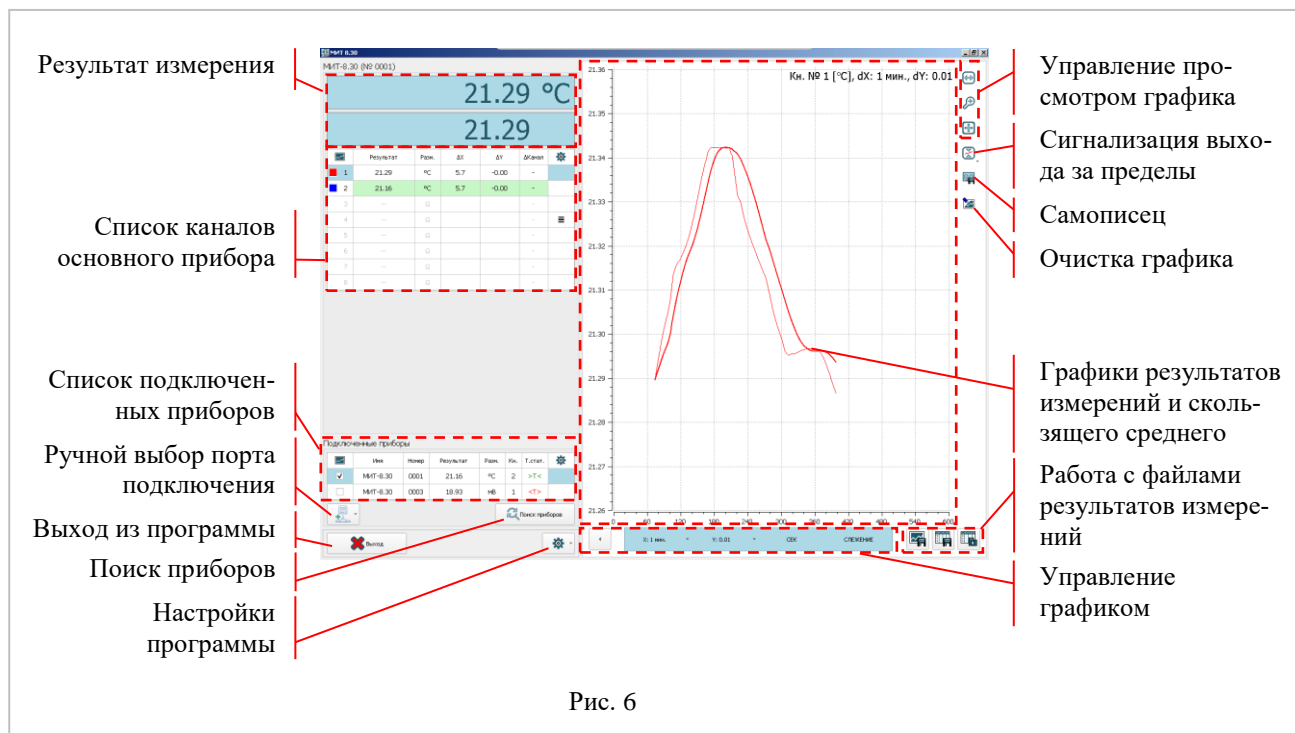

Рис. 6
4.2.3 После запуска программы на дисплее ПК появится окно, рис. 6. Если в настройках программы выбран режим «Автоподключение», п. 4.2.10, то программа в автоматическом режиме начнет поиск подключенных к ПК приборов. После завершения поиска все найденные приборы отобразятся в программе. Их настройки будут считаны. Если в настройках программы режим «Автоподключение» не выбран, то после запуска программы необходимо нажать на кнопку «Поиск приборов».